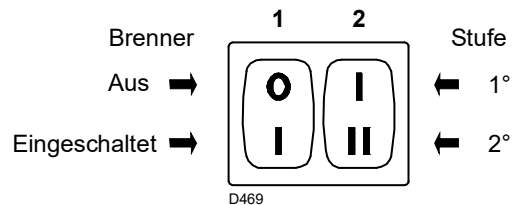

Abb. 19
- Den Brenner durch Schließen der Fernsteuerungen und bei Schalter 1)(Abb. 19) auf „INGESCHALTET“ starten. Die Pumpe muss sich in der Richtung des Pfeils am Deckel drehen.
- Stoppen des Brenners: Den Schalter 1)(Abb. 19) auf „AUS“ stellen und die Schraube 3) einschrauben.